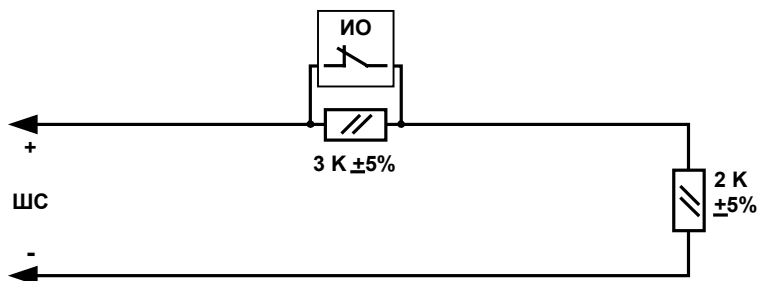

Рис. 4 Охранный ШС с контролем обрыва
- от пассивных ИО с нормально-замкнутыми контактами с контролем обрыва (см. Рис. 4, Табл. 7);